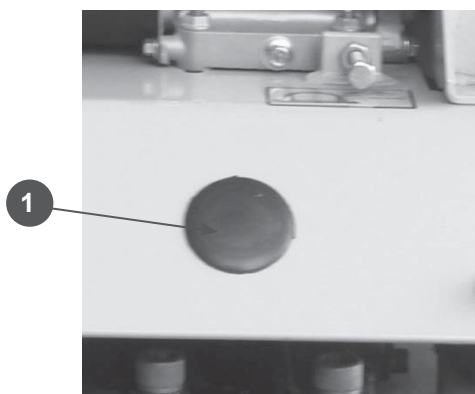

Рис.7
- PC9045F- снять резиновую заглушку (1) рис. 7 в фронтальной части виброплиты и открутить пробку заливного отверстия.